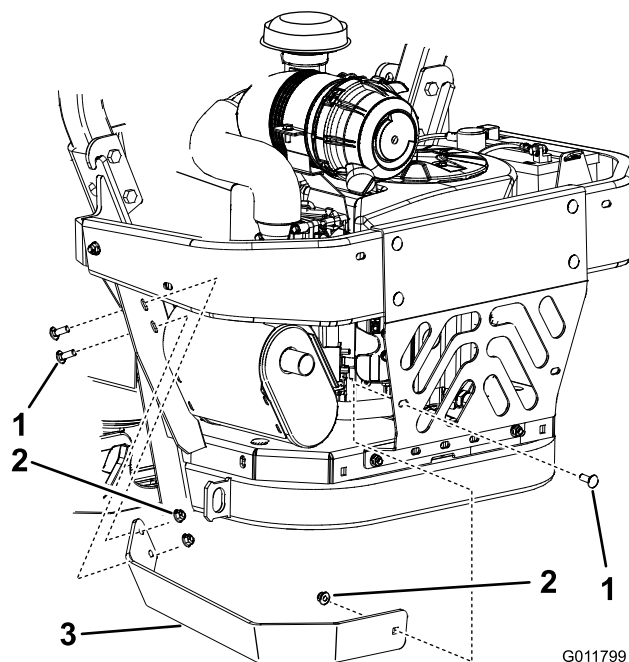

Figure 9
2. Fixez la nouvelle protection de silencieux avec les fixations retirées précédemment (Figure 9).